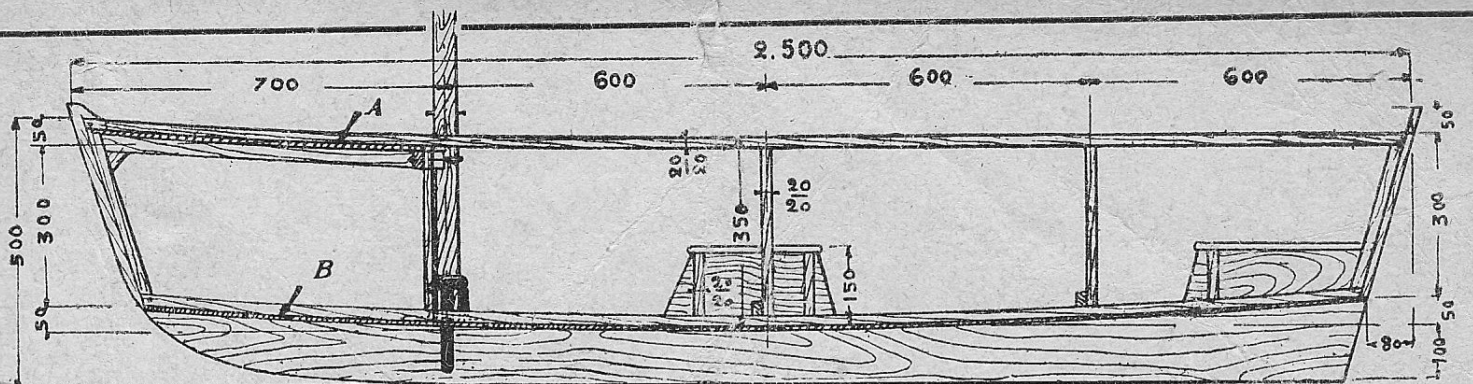

FIG. 4.
Pendant que nous y sommes, prenons d'autres lattes de 20  $\times$  20 mm. pour les longerons du haut. Faisons découper une planche de chêne de 30 mm. d'épaisseur suivant les dimensions données sur la figure 4, puis partons chez nous monter notre coque.
Ensuite nous clouerons, avec de solides pointes en fer, nos longerons supérieurs et longerons du bas, le tout suivant les dimensions données figure 4, qui représente notre bateau en coupe, et 5 en plan (1/2 coupe), sur les cintres I, II, III, ainsi que la planche
Sous le fond, une quille centrale (planche en bois dur), dont la figure 4 nous donne les dimensions et le profil sur la coupe, est posée toujours par le procédé « colle et clous », la colle étant, ici, remplacée par de la céruse.
Sur la figure 4, nous avons le détail (II) et la façon dont la boîte passe-essieu est faite.